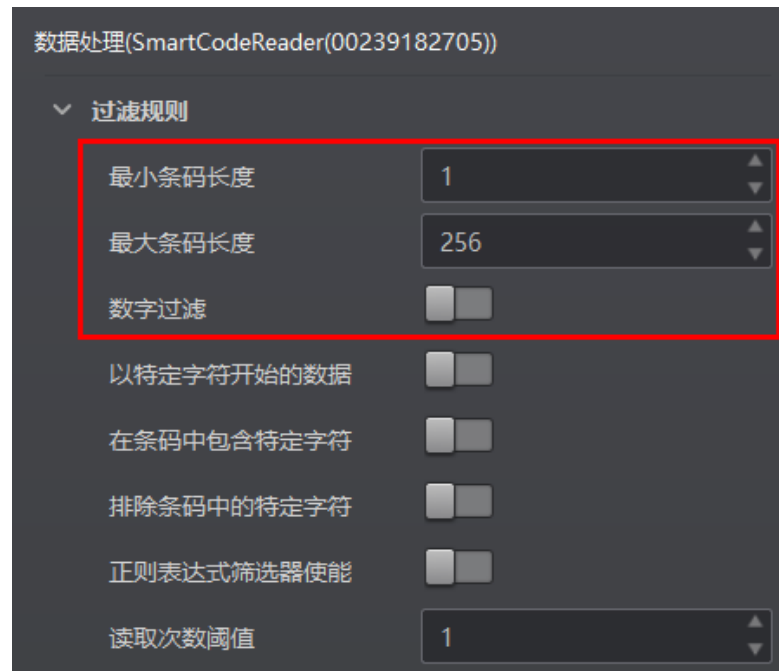

图6-8 修改过滤规则
- 进入“数据处理”模块，修改限制的最小条码长度和最大条码长度，并关闭数字过滤使能，如图 6-8 所示。